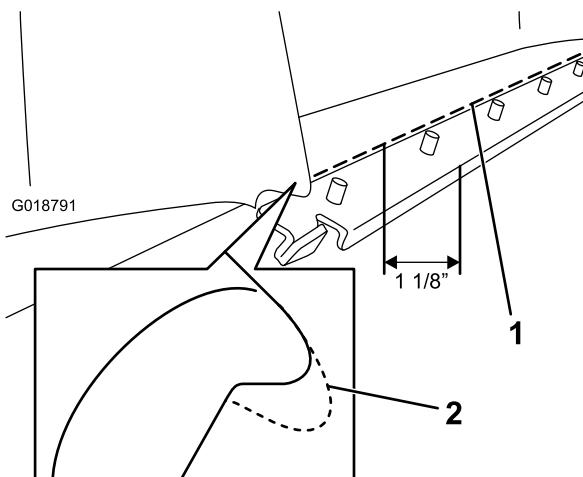

図 1
- バスケットの前エッジから 2.85 cm のところで、古いストリップを切断する (図 1)。
- 先ほど外したバスケット用ブラケットに当たっていた位置の近くを四角に切り取る (図 1)。